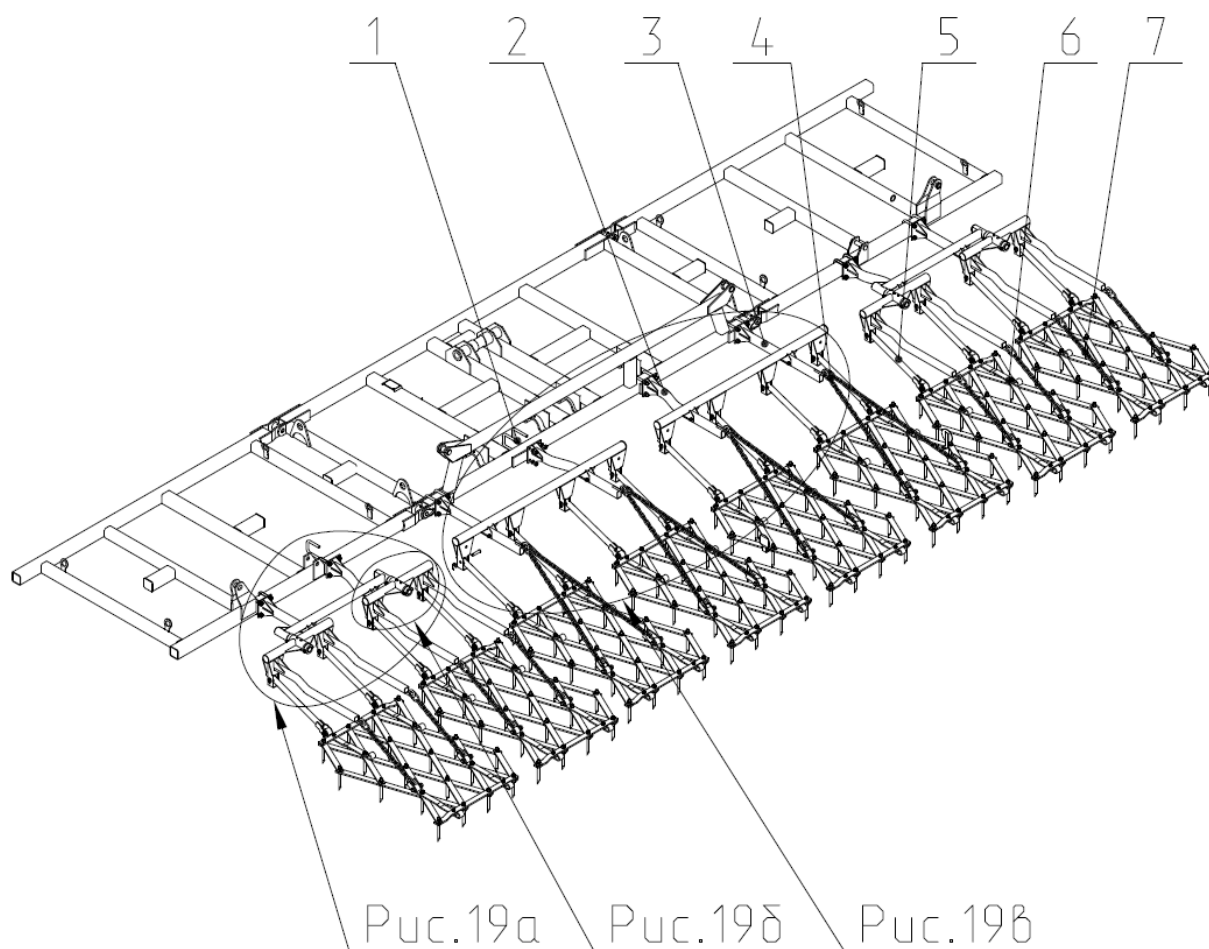

Рис.19 Приспособление для навески зубовых борон.
2.16 Приспособление для навески зубовых борон (рис.19) состоит из штанг 2,6 закрепленных на раме культиватора скобами 1 (рис.19а), понизителей 5 и поводков 8, предназначенных для крепления борон.
Рис.19а Установка на крыльях.
Рис.19б Держатель.
Рис.19в Навеска зубовых борон.